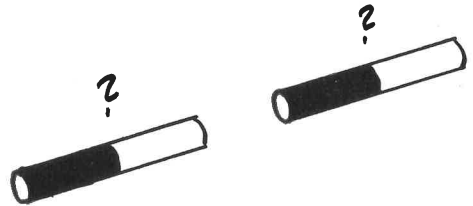

Fig. 33
b) Apropos: Man har en virkelig magnet og en jernstang, der er camoufleret som magnet. Hvilken er hvilken – og hvordan finder man ud af det? (fig. 33).